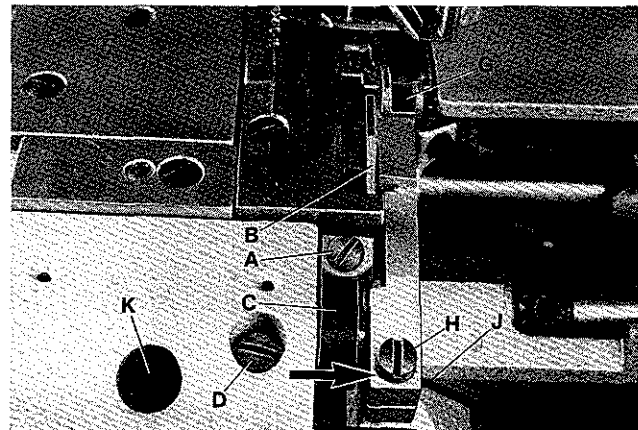
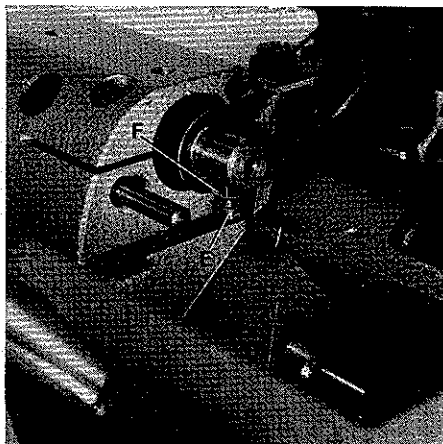
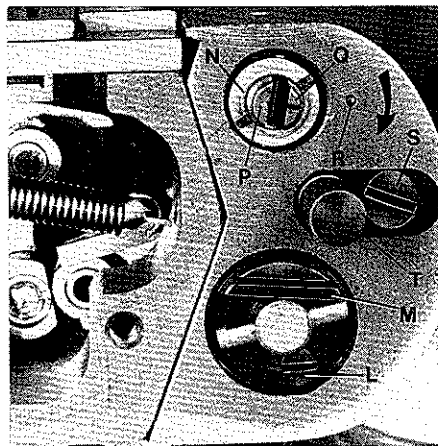

Fig.50
Fig.51
Fig.52
Remove the edge guide. Loosen screw (A, Fig.50) in lower knife holder (C) and move lower knife (B) up or down until its cutting edge is parallel and flush with throat plate top surface. Retighten screw (A).
Note: Lower knife holder (C, Fig.50) is set at the factory so the cutting edge of lower knife is parallel with top surface of throat plate.
When replacing the lower knife holder it has to be set accordingly. Loosen screw (D, Fig.50) and turn lower knife holder (C) until the cutting edge of lower knife is parallel with top surface of throat plate. Secure this setting with stop screw (E, Fig.51) and lock nut (F) in lower knife holder. Retighten screw (D, Fig.50).
Loosen screw (D, Fig.50) and align the width of trim to the right needle by moving lower knife holder (C) laterally. If this adjustment is obstructed by the upper knife (G), loosen screw (H) and move the upper knife to the right. Retighten screw (D) and also screw (H) if loosened, after setting the lower knife.
Check after making this setting, if the upper knife holder (J, Fig.50) can be moved in direction of the arrow (see Fig.50) against the pressure of the spring. If this is not possible, loosen screw (H) and move the upper knife holder (J) accordingly to the right. Retighten screw (H).
Remove the cylinder cover and loosen screw (L, Fig.52). Adjust by means of stop (M) the highest obtainable throw of upper knife. Retighten screw (L) and rotate pulley until the upper knife is in its down position.
Entfernen Sie die Stoffkantenführung. Lösen Sie die Schraube (A, Fig.50) im Untermesserhalter (C) und schieben Sie das Untermesser (B) nach oben oder unten bis die Schneide parallel und auf gleicher Höhe mit der Stichplattenoberfläche steht. Ziehen Sie die Schraube (A) wieder an.
Beachten Sie: Der Untermesserhalter (C, Fig.50) wird im Werk so eingestellt, daß die Schneide des Untermessers parallel zur Stichplattenoberfläche steht.
Beim Austausch muß ein neuer Untermesserhalter entsprechend eingestellt werden. Lösen Sie die Schraube (D, Fig.50) und drehen Sie den Untermesserhalter (C, Fig.50) bis die Untermesserschneide parallel zur Stichplattenoberfläche steht. Sichern Sie diese Einstellung mit der Anschlagsschraube (E, Fig.51) und der Kontermutter (F) im Untermesserhalter. Ziehen Sie die Schraube (D, Fig.50) wieder an.
Lösen Sie die Schraube (D, Fig.50) und richten Sie durch seitliches Verschieben des Untermesserhalters (C) die Abschnittsbreite zur rechten Nadel entsprechend aus. Wird diese Einstellung durch das Obermesser (G) behindert, lösen Sie die Schraube (H) und schieben das Obermesser nach rechts. Ziehen Sie nach der Einstellung des Untermessers die Schraube (D) und gegebenenfalls die Schraube (H) wieder an.
Prüfen Sie nach dieser Einstellung, ob sich der Obermesserträger (J, Fig.50) in Pfeilrichtung (siehe Fig.50) entgegen der Kraft der Andrückfeder bewegen läßt. Ist dies nicht möglich, lösen Sie die Schraube (H) und drücken den Obermesserträger (J) entsprechend nach rechts. Ziehen Sie die Schraube (H) wieder an.
Entfernen Sie den Zylinderdeckel und lösen Sie die Schraube (L, Fig.52). Stellen Sie mit dem Anschlag (M) den größtmöglichen Hub des Obermessers ein. Ziehen Sie die Schraube (L) wieder an und bringen Sie durch Drehen am Handrad das Obermesser in die unterste Stellung.
Adjust the lateral cutting pressure by turning nut (N, Fig.52). Turning the nut clockwise increases the cutting pressure, turning it counterclockwise acts the reverse.
To adjust the shear angle loosen screws (H and K, Fig. 50). Set shaft (P, Fig. 52) so, that mark (Q) on the shaft and mark (R) on cylinder are lined up.
Turning shaft (P, Fig. 52) in direction of the arrow increases the shear angle, turning it against direction of the arrow decreases it. Retighten screws (H and K, Fig. 50) and make sure that the settings described in paragraph "SETTING THE UPPER KNIFE" are not disturbed.
Remove cylinder cover. Loosen screw (S, Fig. 52) and move push button (T) slightly back and forth until it engages as described. Retighten screw (S).
If it is not possible to engage the push button with this adjustment, loosen screw (L, Fig. 52) and turn stop (M) clockwise until the push button engages. Retighten screw (L).
Der seitliche Schneiddruck wird durch Drehen der Mutter (N, Fig. 52) eingestellt. Drehen der Mutter im Uhrzeigersinn erhöht den Schneiddruck, drehen im Gegenuhrzeigersinn vermindert ihn.
Zur Einstellung des Scherwinkels lösen Sie die Schrauben (H und K, Fig. 50). Stellen Sie die Achse (P, Fig. 52) so, daß sich die Markierungen (Q) auf der Achse und (R) am Zylinder gegenüberstehen.
Drehen der Achse (P, Fig. 52) in Pfeilrichtung vergrößert den Scherwinkel, drehen in entgegengesetzter Richtung verkleinert ihn. Ziehen Sie die Schrauben (H und K, Fig. 50) wieder an und beachten Sie, daß die im Abschnitt "EINSTELLUNG DES OBERMESSERS" beschriebenen Einstellungen erhalten bleiben.
Entfernen Sie den Zylinderdeckel. Lösen Sie die Schraube (S, Fig. 52) und bewegen Sie den Druckknopf (T) leicht hin und her bis er wie oben beschrieben einrastet. Ziehen Sie die Schraube (S) wieder an.
Läßt sich der Druckknopf durch diese Einstellung nicht einrasten, lösen Sie die Schraube (L, Fig. 52) und drehen den Anschlag (M) im Uhrzeigersinn bis der Druckknopf einrastet. Ziehen Sie die Schraube (L) wieder an.